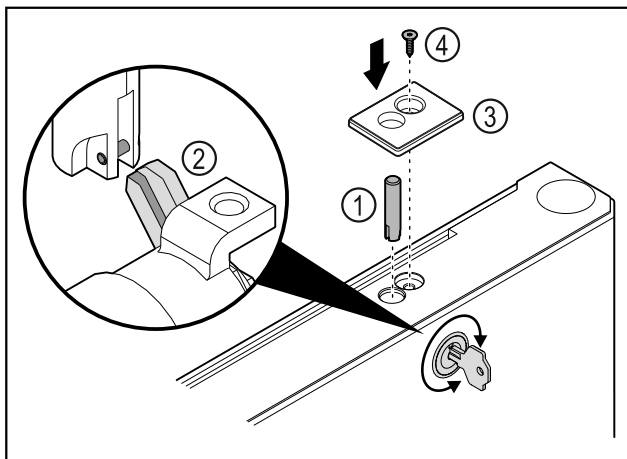

Fig. 42
- Sätt i låsbulten Fig. 42 (1).
- Vrid låset lite så att låsbulten Fig. 42 (2) hamnar i låsslitsen.
- Sätt in skyddet Fig. 42 (3).
- Sätt i skruven Fig. 42 (4).